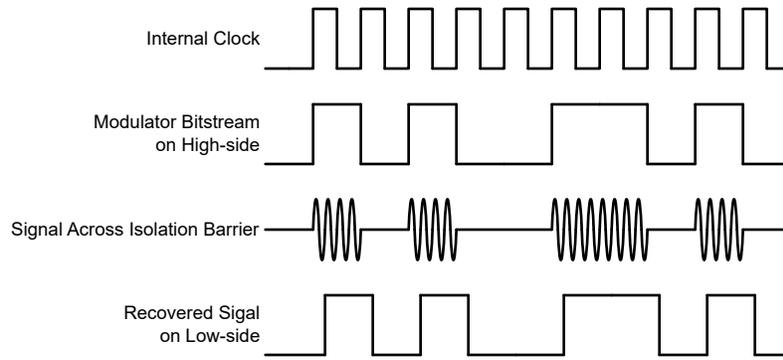

図 7-1. OOK ベースの変調方式
図 7-1 に示されているように、AMC0x11R は、オン / オフ キーイング (OOK) 変調方式を使用して、変調器の出力ビットストリームを、SiO₂ ベースの絶縁膜間で伝送します。送信ドライバ (TX) を 機能ブロック図 示します。TX は、内部で生成された高周波キャリアを絶縁バリア越しに送信し、デジタル 1 を表現します。ただし、TX はデジタル 0 を表す信号を送信しません。AMC0x11R で使用されるキャリアの公称周波数は 480MHz です。